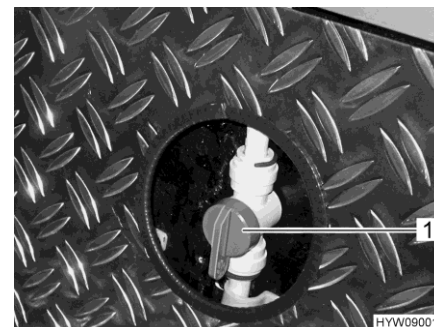

Fig. 129 Vanne d'alimentation (chauffage garage arrière)
- Placer la poignée (Fig. 129,1) de la vanne d'alimentation du chauffage du garage arrière parallèlement à la conduite de chauffage. Le chauffage du garage arrière fonctionne alors à sa puissance maximum.
- Placer la poignée (Fig. 129,1) de la vanne d'alimentation du chauffage du garage arrière dans une position quelconque. L'alimentation en eau chaude du garage arrière se laisse ainsi régler en continu.
- Placer la poignée (Fig. 129,1) de la vanne d'alimentation du chauffage du garage arrière transversalement à la conduite de chauffage. Le chauffage du garage arrière est maintenant éteint.